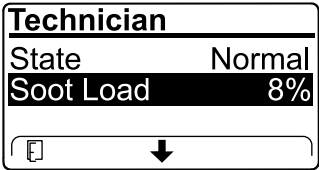

Figura 32
- Veja a carga de fuligem que é medida como percentagem de fuligem no filtro de partículas de gasóleo (Figura 32); consulte a tabela de carga de fuligem.